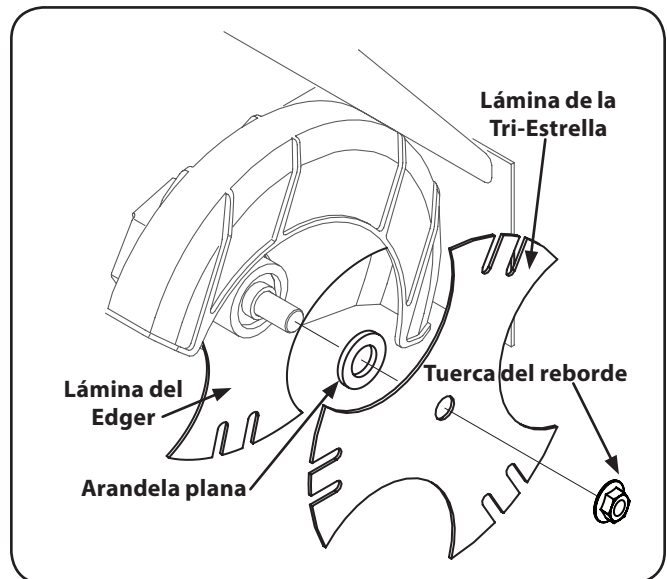

Figura 5-5
1. Use dos llaves (una para impedir que la cabeza del perno hexagonal gire loca y la otra para desenroscar la tuerca de brida) para extraer la tuerca de brida que asegura la cuchilla de la bordeadora, dejando la cuchilla de la bordeadora en su lugar. Vea la Figura 5-5.
2. Instale la cuchilla adicional de la bordeadora suministrada con la unidad y la arandela plana. Vea la Figura 5-5.